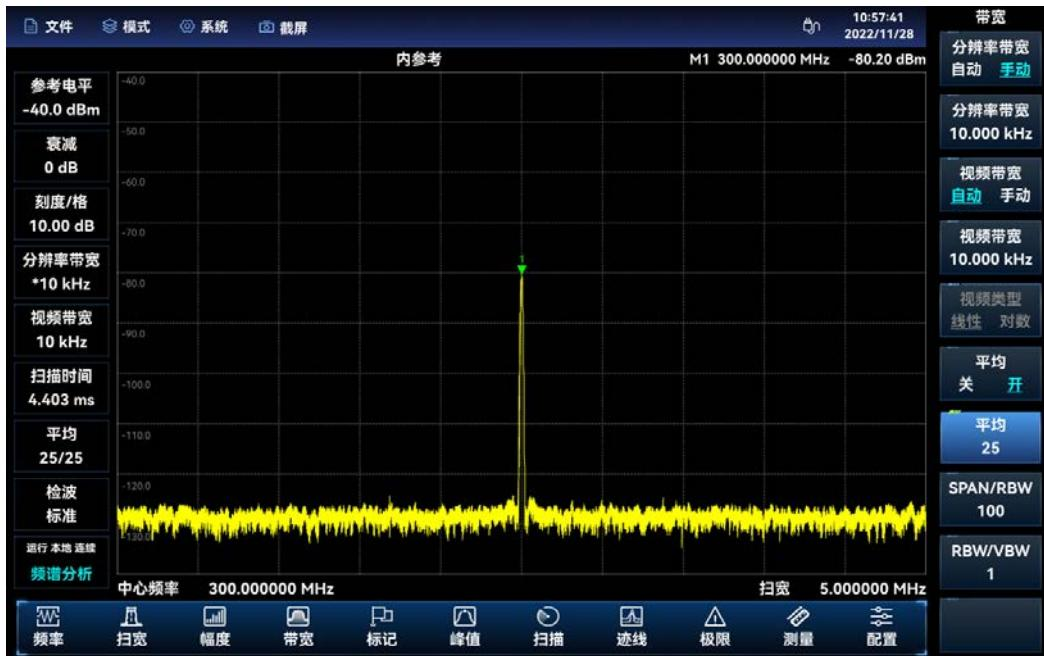

图 3.10 采用轨迹平均测量小信号
- 按[平均]，从数字键区输入数字 25，按[Enter]键，如图 3.10。此时显示屏区左侧的信息显示区将显示平均的次数，一旦达到您设置的平均次数，4025 将继续在该数据基础上进行平均运算。如果您希望达到平均次数后测量停止，可以使用单扫功能。按【扫描】→[扫描类型 连续 单次]。